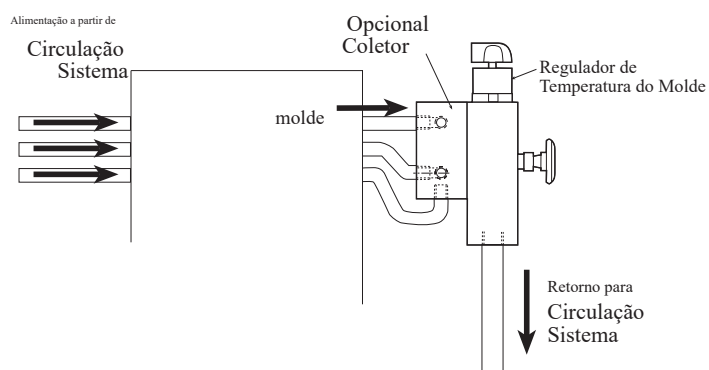

figura 2
Para controlar várias zonas na mesma temperatura com um único dispositivo, conecte as linhas ao coletor opcional do regulador, conforme mostrado na figura 2.
- A água de resfriamento está fria demais ou não há calor suficiente no molde; adicione mais circuitos na entrada usando o coletor opcional. Consulte a figura 2.